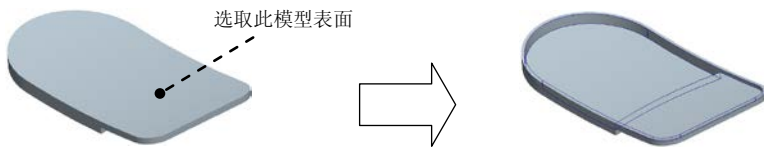

图 6.6.27 创建抽壳特征
(1) 单击 **模型** 功能选项卡 **工程** 区域中的“壳”按钮 。
(2) 选取图 6.6.27 所示的模型表面为要去除的面。
(3) 抽壳的壁厚值为 1.2。